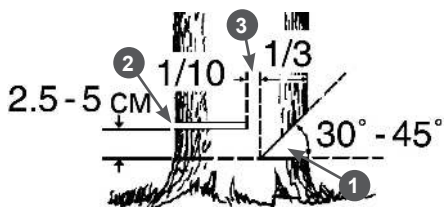

Рис. 10 Расположение запила, пропила и недопила
7. Начните пилить с той стороны дерева, куда оно должно упасть (Рис. 10). Сделайте запил 1 с той стороны, куда должно упасть дерево, глубиной примерно  $\frac{1}{3}$  диаметра ствола и под углом от 30 до 45 градусов (Рис. 10). В начале пиления первым должен коснуться дерева зубчатый упор. Затем, используя зубчатый упор в качестве точки вращения, вращением электропилы погружайте шину с движущейся цепью в древесину. При спиливании крупных деревьев перестановку упора делают несколько раз.
8. Сделайте основной валочный пропил 2 с противоположной стороны, выше основания запила на 2,5-5 см. Между основным пропилом и запилом должен оставаться недопил 3 равный примерно  $\frac{1}{10}$  диаметра ствола. Вставьте своевременно клин в пропил. Недопил 3 действует как шарнир и позволяет контролировать падение дерева (Рис. 10).
Ни в коем случае не допиливать до конца недопил 3 (Рис. 10), так как при этом невозможно контролировать направление падения дерева.